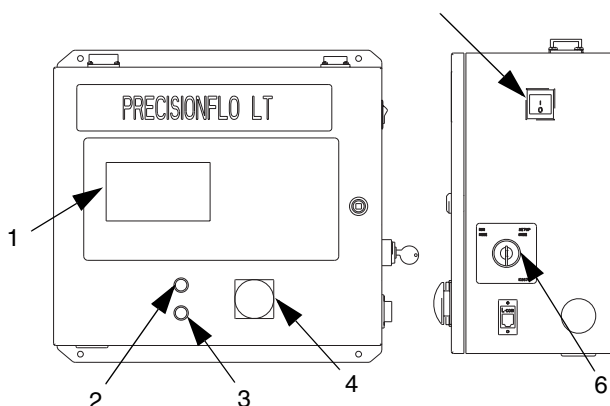

FIG. 15
2. Pulse el botón de parada de emergencia (4). Vea FIG. 15.
4. Encienda el interruptor principal de potencia (7) para suministrar energía al módulo PrecisionFlo LT.
6. Desbloquee el botón de parada de emergencia (4). Vea FIG. 15.